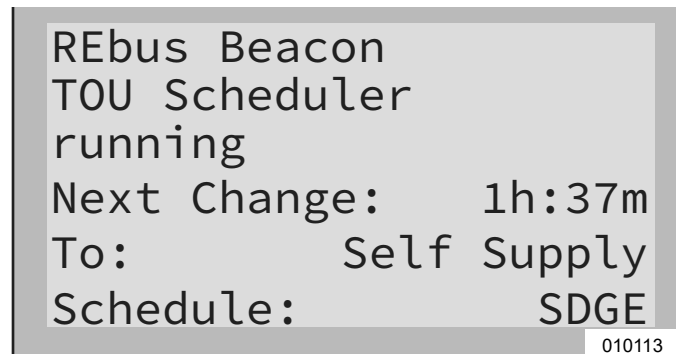

Figura 6-21. Desactivación de Beacon (1 de 3)
1. Consulte la Figura 6-21. Navegue hasta la página de dispositivo Beacon y presione el botón central para ingresar al menú del dispositivo.